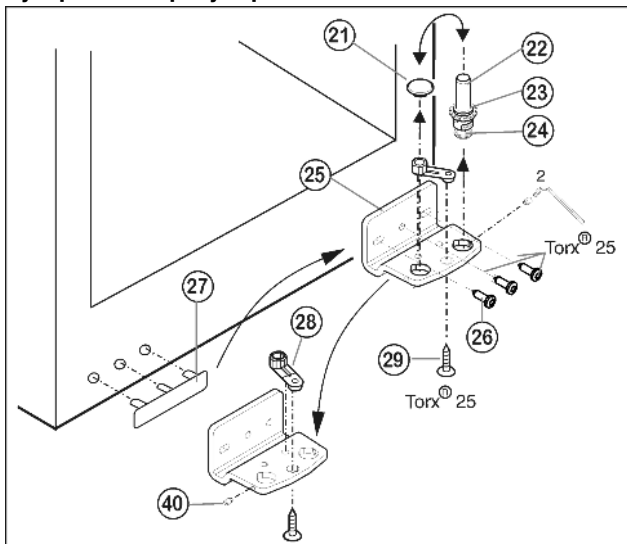

Fig. 7
- ▶ Отвинтите установочный винт Fig. 7 (40) приблизительно на один оборот прилагаемым торцевым ключом.
- ▶ Извлеките опорный винт Fig. 7 (22) в комплекте с шайбой Fig. 7 (23) и регулируемой опорой Fig. 7 (24), вывинчивая его вверх.
- ▶ Снимите пробку Fig. 7 (21).
- ▶ Открутите Fig. 7 (26) опорный кронштейн Fig. 7 (25).
- ▶ Полностью выкрутите установочный винт Fig. 7 (40) и вкрутите на противоположной стороне на нижнем опорном кронштейне, чтобы он был заподлицо с этим кронштейном.
- ▶ Открутите Fig. 7 (29) опорную деталь Fig. 7 (28) и, переставив в отверстие на противоположной стороне опорного кронштейна, снова прикрутите.
- ▶ Переставьте пробку Fig. 7 (21) в свободное отверстие.
- ▶ Осторожно снимите и переставьте на противоположную сторону крышку со стороны ручки Fig. 7 (27).
- ▶ Снова прикрутите опорный кронштейн Fig. 7 (25) на новой стороне шарнира (с моментом 4 Нм). При необходимости используйте аккумуляторный шуруповерт.
- ▶ *Вновь закрутите опорный винт Fig. 7 (22) в комплекте с шайбой и регулируемой опорой.
- ▶ Затяните установочный винт Fig. 7 (40).
- ▶ Установите нижнюю дверцу сверху на нижний опорный винт Fig. 7 (22).
- ▶ При необходимости выровняйте дверцы через два продольных паза в нижнем опорном кронштейне Fig. 7 (25) и среднем опорном кронштейне Fig. 5 (13) параллельно корпусу устройства. Для этого выкрутите средний винт на нижнем опорном кронштейне Fig. 7 (25).